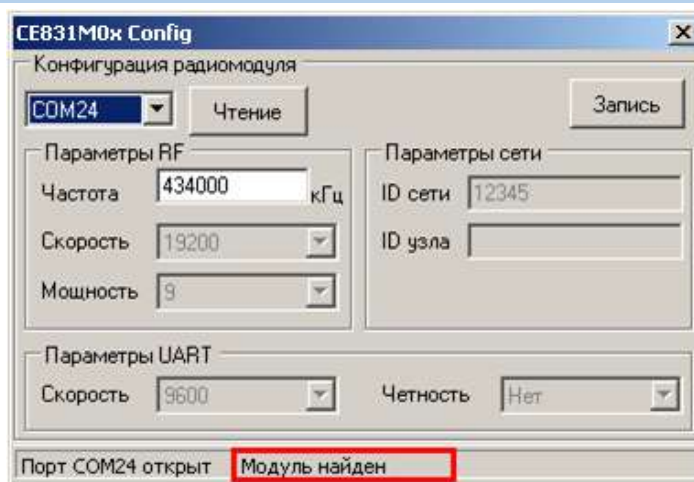

Рисунок 15 – Строка статуса после установления связи с радиомодулем
5.3.3.3.11 Подать питание на счетчик, при этом в строке статуса должна появиться надпись «Модуль найден» (см. рисунок 15). В случае если модуль не найден, проверить правильность подключения модуля к ПК, отключить питание счетчика и повторно подать.
5.3.3.3.12 После того, как связь с радиомодулем счетчика установлена, частоту радиоканала радиомодуля можно изменить (если требуется). Для этого необходимо ввести новое значение частоты в соответствующее поле ввода (см. рисунок 15).